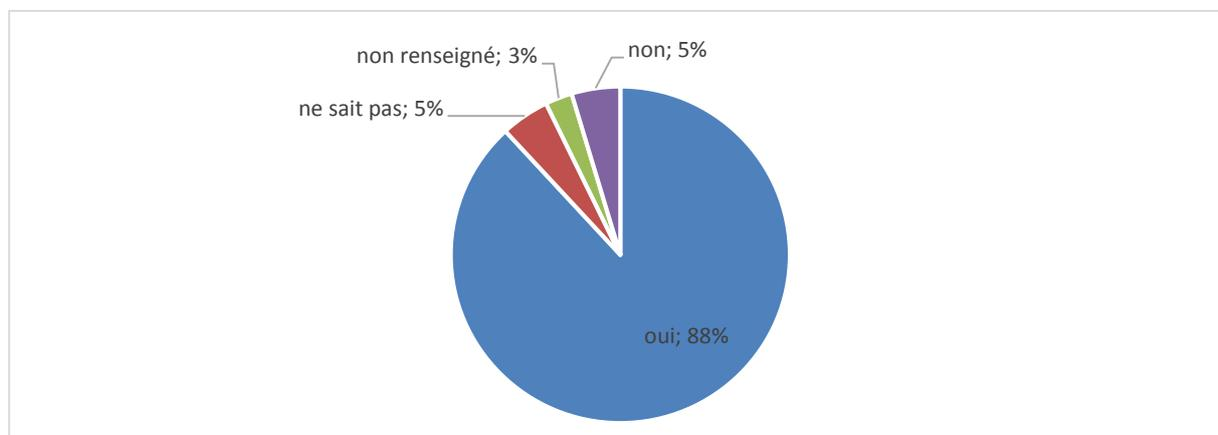

Figure 3 : Satisfaction des éleveurs pour l'installation de leur pré-refroidisseur
**91 % des éleveurs sont satisfaits de l'installation de leur pré-refroidisseur** (figure 3). Quelques éleveurs ont rencontré des difficultés dues au dimensionnement du pré-refroidisseur en lui-même (2) ou du bac d'abreuvement (2). Certains ont rencontrés des problèmes de fuites (3).